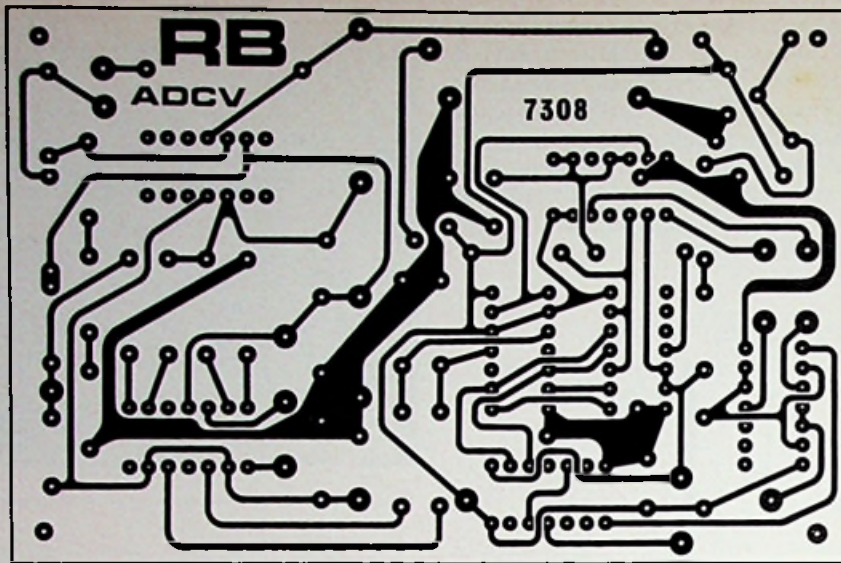
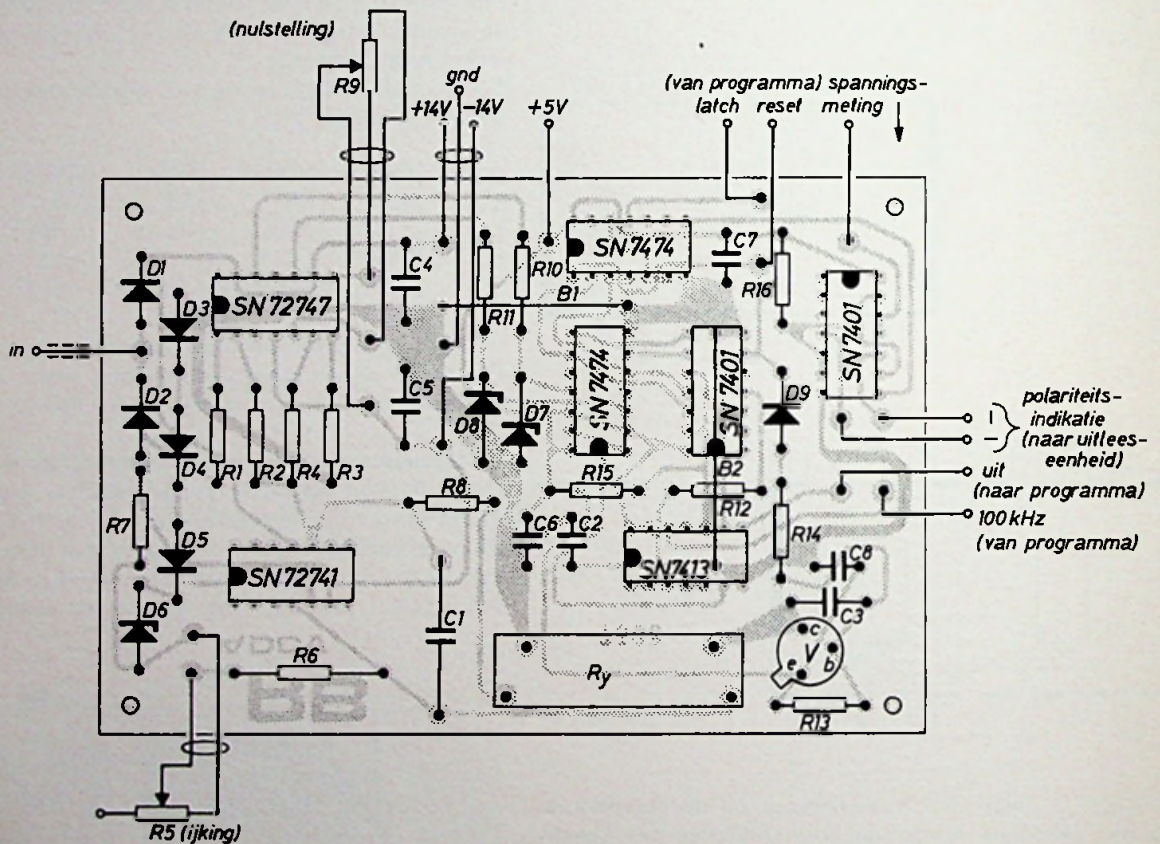

fig. 8. De print van de A/D converter schaal 1:1.
fig. 9. De componentenopstelling van de A/D converter.
- In fig. 8 wordt de ingang 'tijdmeting' niet met de clock van de 7472 verbonden maar met de J-ingang.
- In fig. 8 wordt de 10 Hz uitgang verbonden met de uitgang van de 7413.
In fig. 8 is de print van de A/D converter gegeven terwijl fig. 9 ons de componentenopstelling toont. De bouw is niet kritisch en zal geen moeilijkheden opleveren.